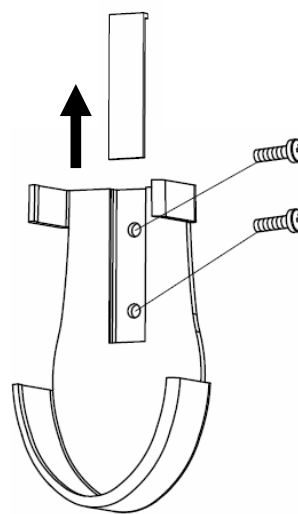

Fig. 14a
5. Rimuovere la copertura delle viti e installare il supporto alla parete usando le 2 viti, quindi reinstallare la copertura delle viti (Fig. 14a).